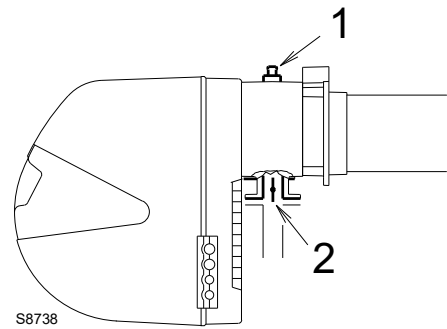

Fig. 22
Presión de gas medida en la toma 1)(Fig. 22 a pág. 26), con:
- restar a la presión del gas en la toma 1)(Fig. 22 a pág. 26) la presión de la cámara de combustión.
En cambio, para conocer la presión de gas necesaria en la toma 1)(Fig. 22), una vez fijada la potencia en la cual se desea que funcione el quemador con la máxima potencia:
- Leer a la derecha, la presión en la toma 1)(Fig. 22).
presión necesaria en la toma 1)(Fig. 22).